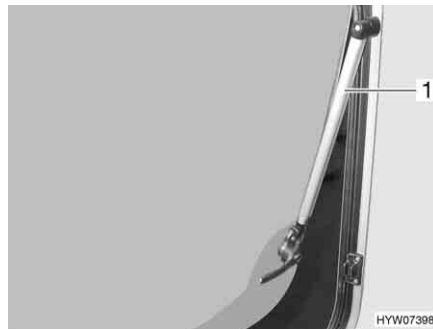

Fig. 58 Fenêtre projetante avec bras automatiques
- Ouvrir la fenêtre projetante jusqu'au cran d'arrêt souhaité. Le bras automatique (Fig. 58,1) s'enclenche automatiquement.